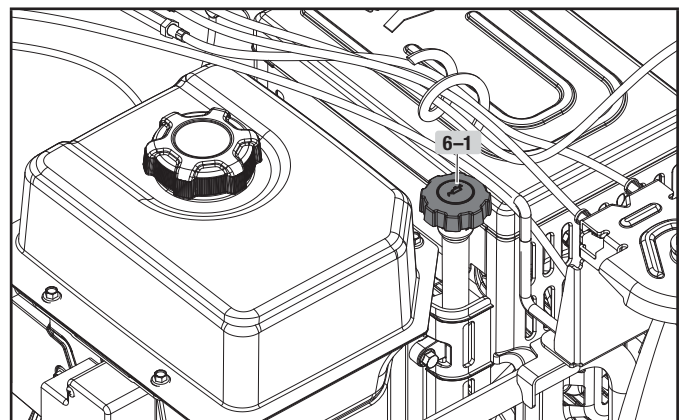

Figure 6A
- Retirez la jauge de niveau d'huile (6-1) et essuyez-la. (figure 6A)